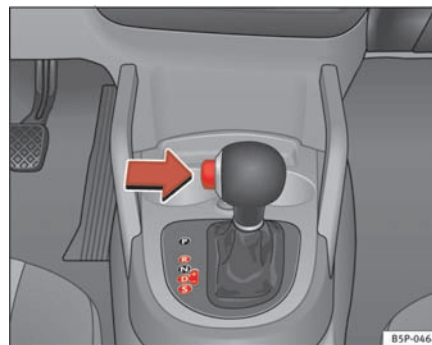

Fig. 148 Kørsel ▶
- Tryk på knappen til venstre på gearvælgeren ⇒ side 176, fig. 148.